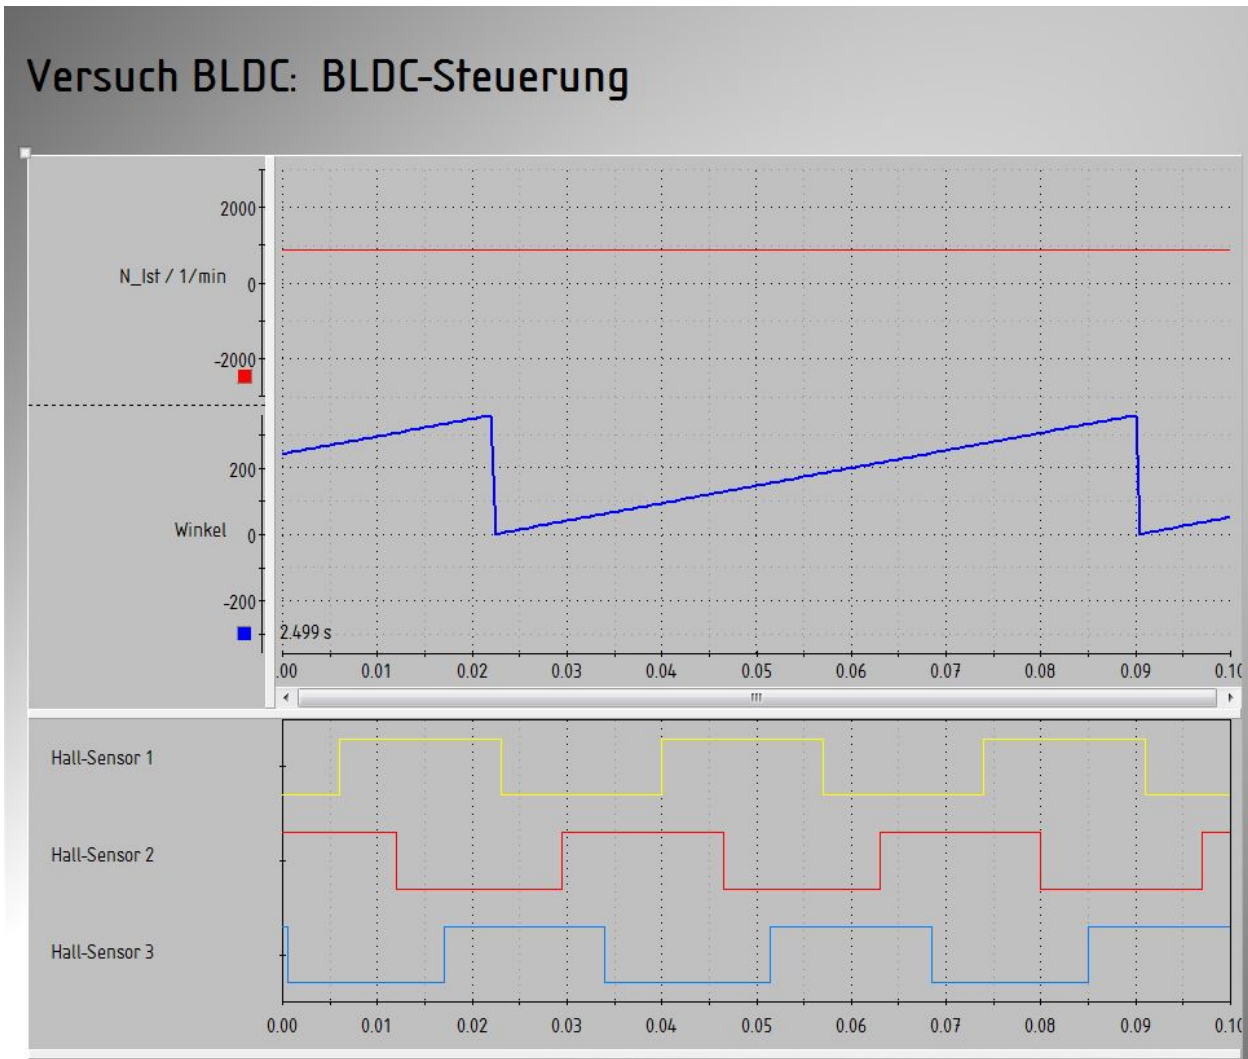

Abbildung 4.1: Aufgenommene Hallsensorsignale
a) Im Bereich eines kompletten Phasendurchlaufes, wie die blaue obere Kurve in Abbildung 4.1 zeigt, finden zwei Perioden des Hallsensorsignals statt. Nach (3.1) ergibt sich eine Polpaarzahl $Z_P = 2$.